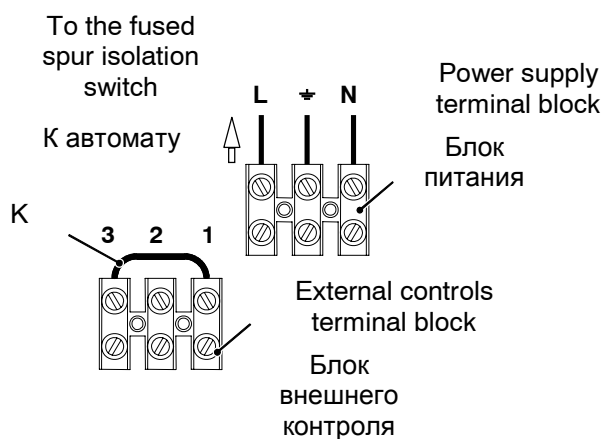

Fig. 5-14
13 Connect the electrical supply flexible cord coming from the fused spur isolation switch to the power supply terminal block of the boiler (Fig. 5-14) keeping the same connections for the live (brown wire) and the neutral (blue wire). External 3 A fuse or fused plug with same current rating is recommended.
5 Подключите кабель питания, идущий от автомата к блоку питания котла (Рис. 5.14) сохраняя правильную фазность: фаза (коричневый провод), ноль (синий провод). Рекомендуется установка внешнего 3А предохранителя или автомата с аналогичными характеристиками.
**When connecting any type of external control, the jumper K in Fig. 5-14 must be removed.**